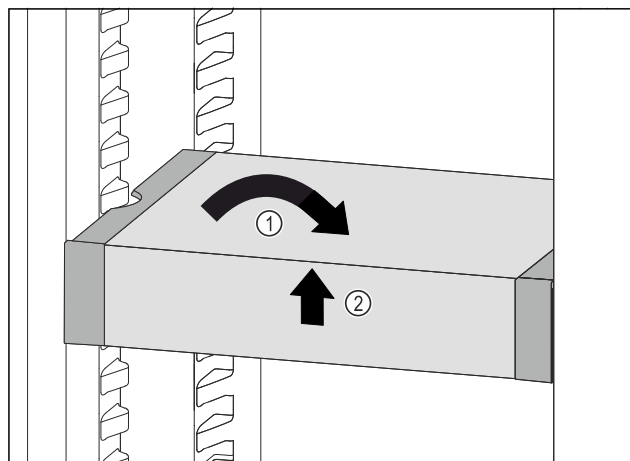

Fig. 53
- VarioSafe gerade stellen. Fig. 53 (1)
- VarioSafe vorne anheben. Fig. 53 (2)